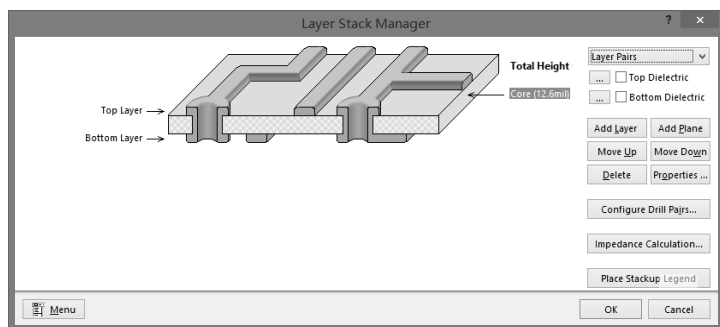

图 3.6.21 “Layer Stack Manager (图层堆栈管理器)”对话框
(1) 打开“图层堆栈管理器”对话框: 执行“Design (设计)” “Layer Stack Manager (图层堆栈管理器)”命令, 弹出如图 3.6.21 所示的对话框。